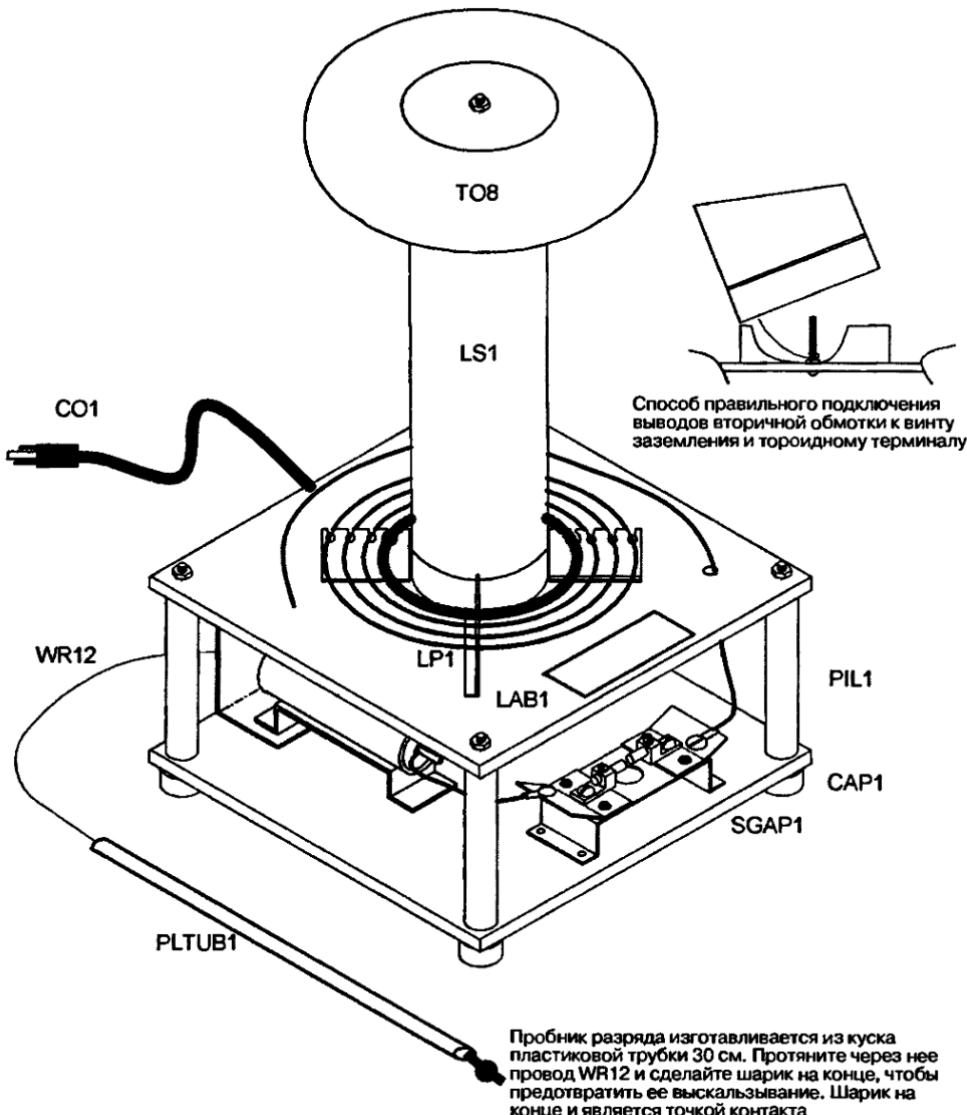

Рис. 14.3. Чертеж готовой катушки Тесла в изометрии, вид сзади
Устройство, показанное на рис. 14.3, состоит из первичной LP1 и вторичной LS1 катушек. Катушка LS1 содержит около 500 витков, намотанных на каркас с толстыми и прочными стенками из поливинилхлорида (PVC) длиной 43,2 см. Она обладает собственной резонансной частотой, определяемой индуктивностью и емкостью, обычно около 500 кГц. Первичная цепь состоит из запускающей
8. Изготовьте четыре столбика PIL1 из PVC трубы 1,27 длиной 14,6 см (см. рис. 14.3).
19. Соберите устройство и проверьте правильность механической сборки и электрических соединений. Промаркируйте устройство, как показано на рис. 14.3 и 14.18.
21. Протяните провод отвода через соответствующее отверстие и присоедините зажим «крокодил» CLIP1. Вставьте сборку вторичной катушки в крышку CAP350, прикрепив обратный провод заземления к винту. Этот провод должен быть как можно короче, иначе в катушке может произойти пробой. Присоедините внешний зажим к верхней части катушки, используя ту же процедуру (см. рис. 14.3).